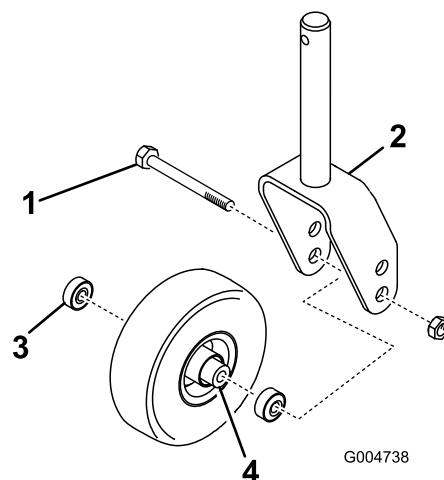

図 30
ロックナット(図 30)を外す。キャスト・ホイールをつかんでおいて、ボルトをフォークまたはピボット・アームから抜き取る。
2. ホイールのハブからベアリングを外して、ベアリングスペーサを床に落とす(図 30)。ホイールハブの反対側にあるベアリングを取る。